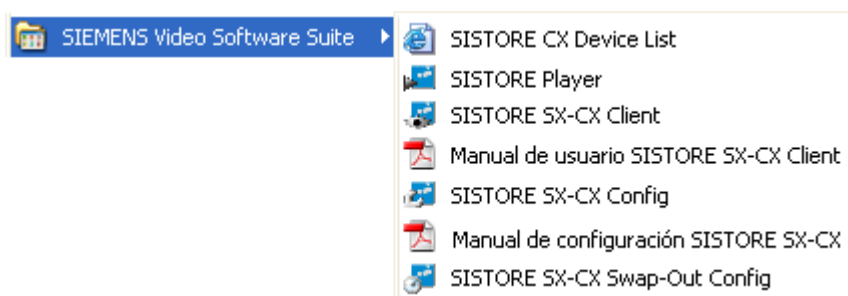

Fig. 11 Menú de inicio de SISTORE CX
1. Seleccione **Inicio > Programas > SIEMENS Video Software Suite > SISTORE CX Configuration Manual** en el menú Inicio de Windows (consulte Fig. 11)